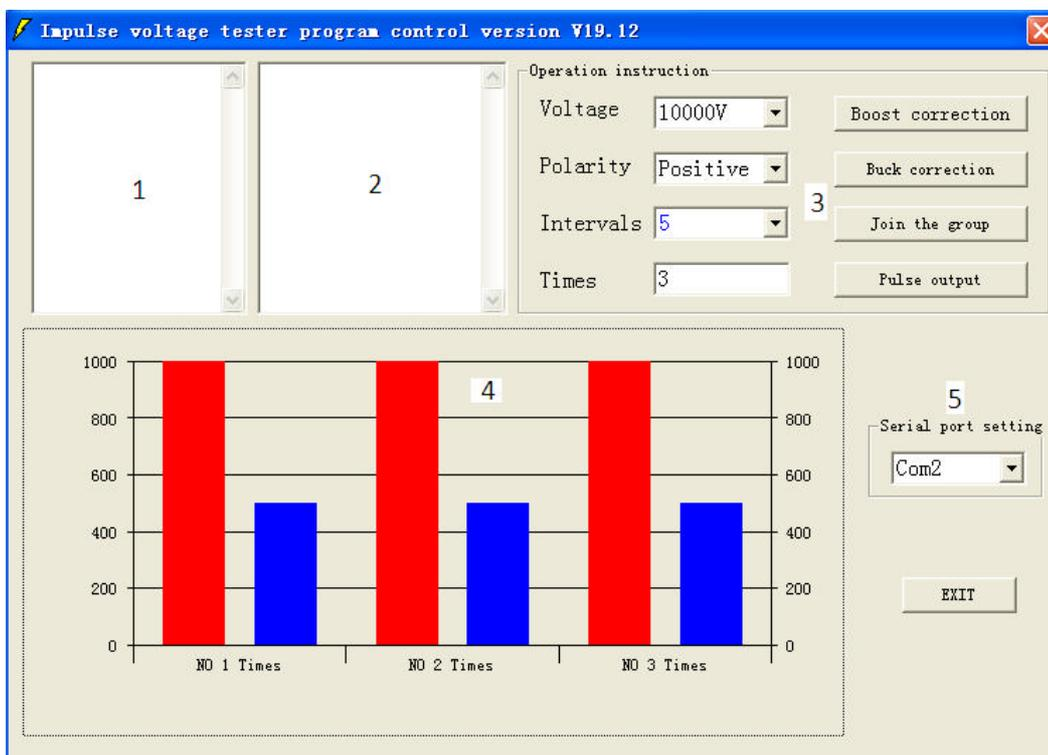

图 4 计算机控制基础版图示
- 组合冲击输出测试：先设置好第一组冲击测试的程控电压、输出极性、冲击次数，点击加入组合。再设置第二组设置参数，点击加入组合，以此类推。最大可加入 50 组测试指令。点击冲击输出，仪器会按照设置先后进行测试，1 和 4 中会显示反馈结果。图 4 中的计算机控制图就是 4 组组合测试，先进行 4KV 正极性冲击三次，再进行 6KV 正极性冲击三次，再进行 4KV 负极性冲击三次，最后进行 6KV 负极冲击三次，1 中显示每组合测试反馈回来的数据，4 中图形化显示，2 中显示指令组合。